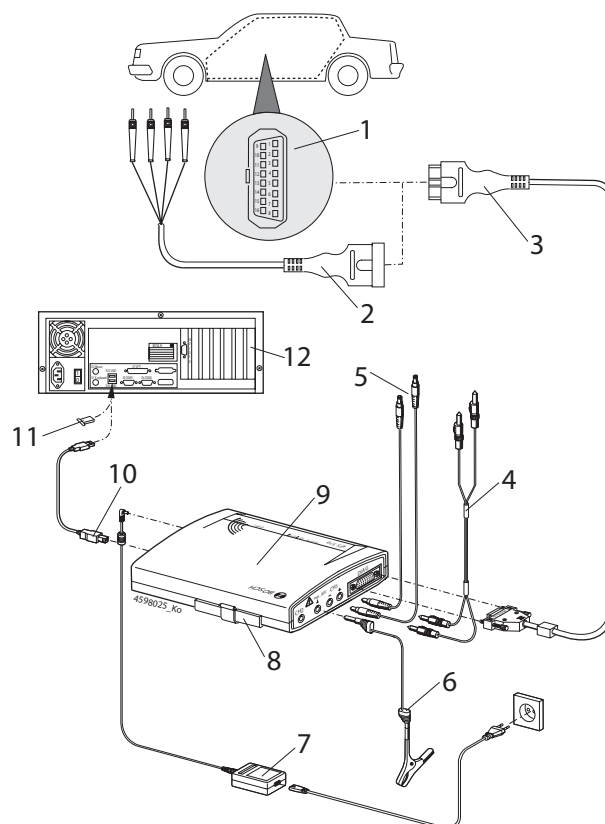

Fig. 3: Schéma de raccordement du KTS 570 par exemple
! N'utiliser le câble de raccordement UNI (fig. 3, pos. 2) que pour les mesures inférieures à 30 volts.
- le câble de diagnostic OBD (fig.3, pos. 3) ou
- le câble de diagnostic OBD et le câble de raccordement UNI (fig. 3, pos. 2) ou